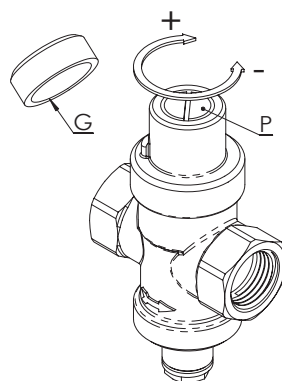

FIG. 3A
Regulation for type T15B: to modify the outlet pressure, remove the black plastic cover: with a screwdriver, turn the brass stem as shown in Fig. 3A; by turning clockwise the outlet pressure will increase, by turning anticlockwise, the outlet pressure will decrease. The correct regulation of the pressure has to be done while circuit is closed downstream.
- **Regulierung Art. T15B:** Um den Ausgangsdruck zu ändern, den Stopfen aus schwarzem Kunststoff abschrauben und entfernen. Anschließend mit einem Schraubenzieher wie in Abb. 3A gezeigt am Messing-Federdrücker vorgehen: dreht man ihn im Uhrzeigersinn, wird der Ausgangsdruck erhöht, dreht man ihn gegen den Uhrzeigersinn, wird er verringert. Für eine korrekte Einstellung des Druckwertes muss die Anlage nach dem Druckminderer geschlossen werden.